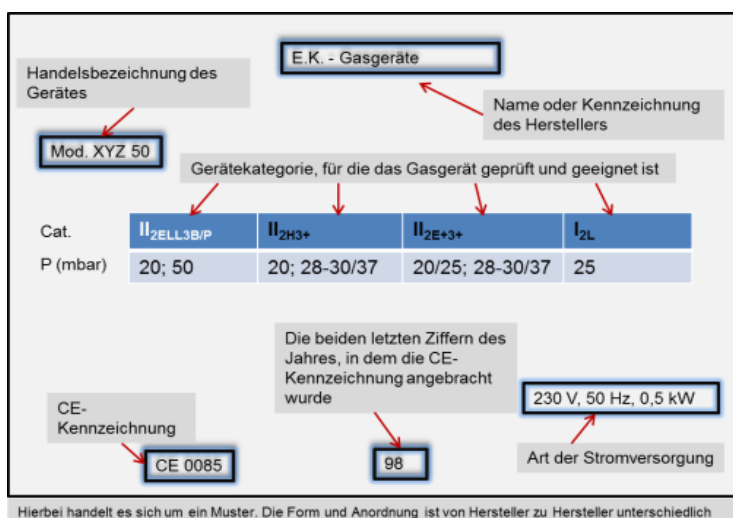

Abbildung 24: Muster – Mindestangaben bei Gasgeräten;
- ▶ Es sind sämtliche lösbare Verbindungen bei der Installation nach dem Hausanschluss von der Stuttgart Netze passiv zu sichern, das bedeutet, dass sämtliche Passstücke für die Hausdruckregler, Zähler und sonstige Verschraubungen mit Verschraubungs- oder Flanschsicherungen abzusichern sind; siehe nachfolgende Abbildung 24.